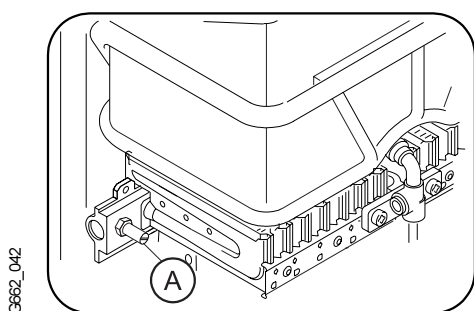

Fig. 6
- Regolare il massimo del gas con un metodo adeguato, vedere dati tecnici (punto 1.7): in linea di massima si può utilizzare il metodo della pressione al bruciatore, come indicato in fig. 6, 7 e 8, oppure quello della pressione agli
- Allentare la vite della presa di pressione (A) del bruciatore (fig. 6) e collegare il tubo flessibile del manometro.